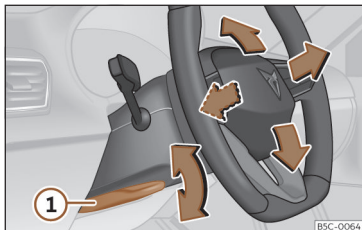

Fig. 8 Alavanca na parte inferior do lado esquerdo da coluna de direção
- Puxe a alavanca»» **Fig. 8 ①** para baixo, mova o volante até à posição desejada e volte a subir a alavanca até ao ponto de fecho.
- Após ajustar a coluna da direção, empurre firmemente a alavanca»» **Fig. 8 ①** para cima para que o volante não mude de posição acidentalmente durante a marcha.